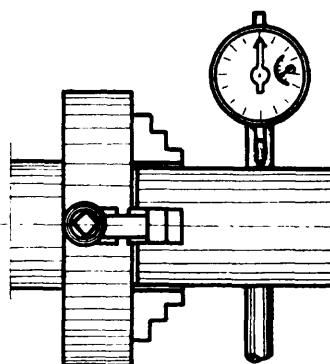

Fig. 5
- 1 En el caso de piezas mecanizadas cuyo centrado debe ser riguroso, se debe usar un comparador (fig. 5), después del centrado con gramil.